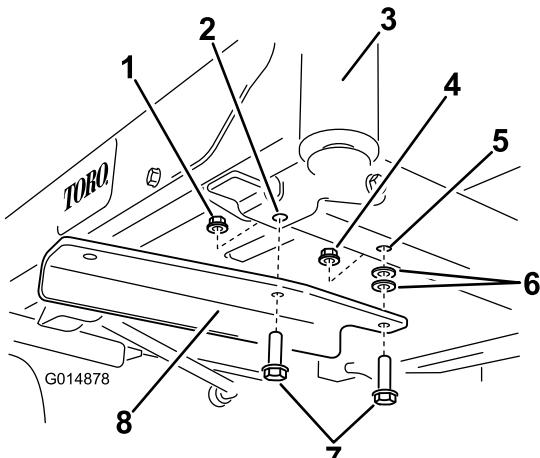

Figura 5
4. Sujete el soporte al bastidor usando dos pernos (3/8 x 1-1/4 pulgada), dos arandelas y dos contratuercas (3/8 pulgada) (Figura 5). Utilice una contratuerca de las piezas sueltas y otra de las retiradas anteriormente.